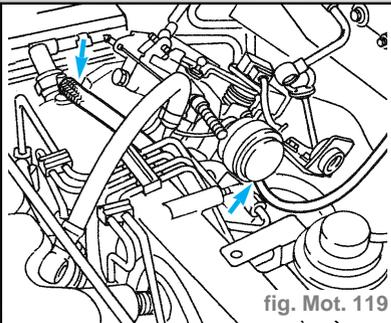

fig. Mot. 119
- Débrancher la tubulure de dépression du collecteur d'admission et de l'actionneur de ralenti accéléré en intervenant aux points indiqués (fig. Mot. 119).